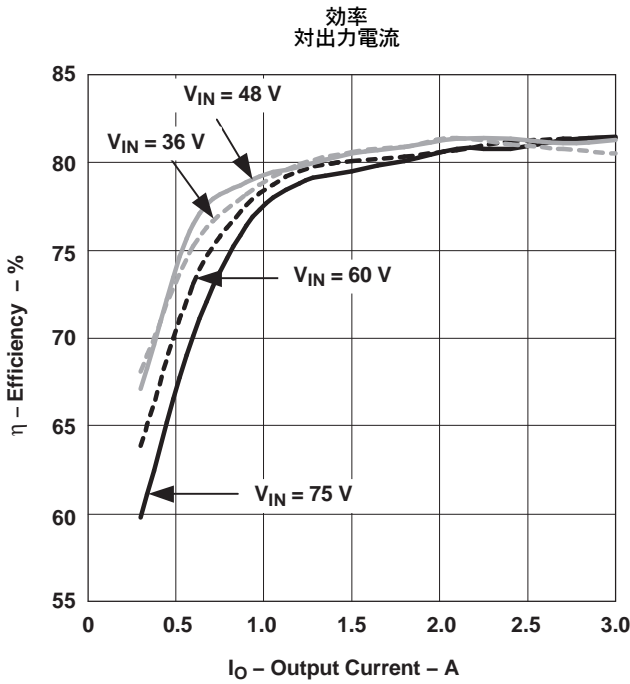
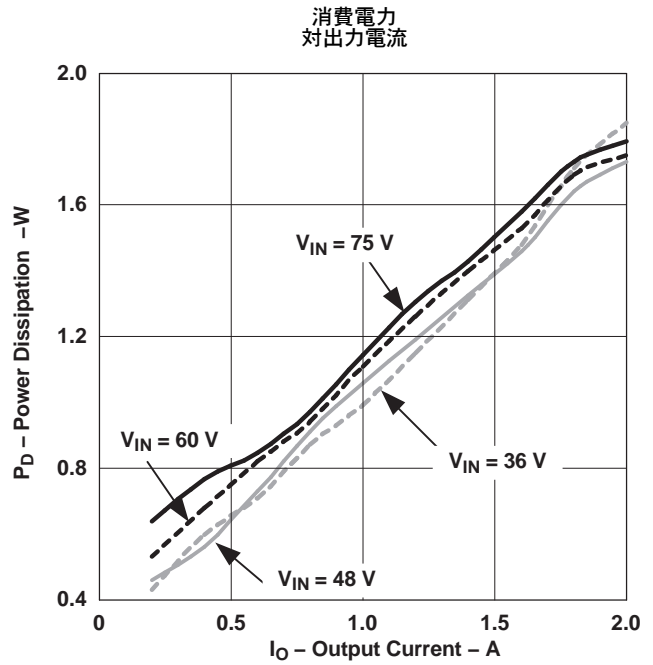
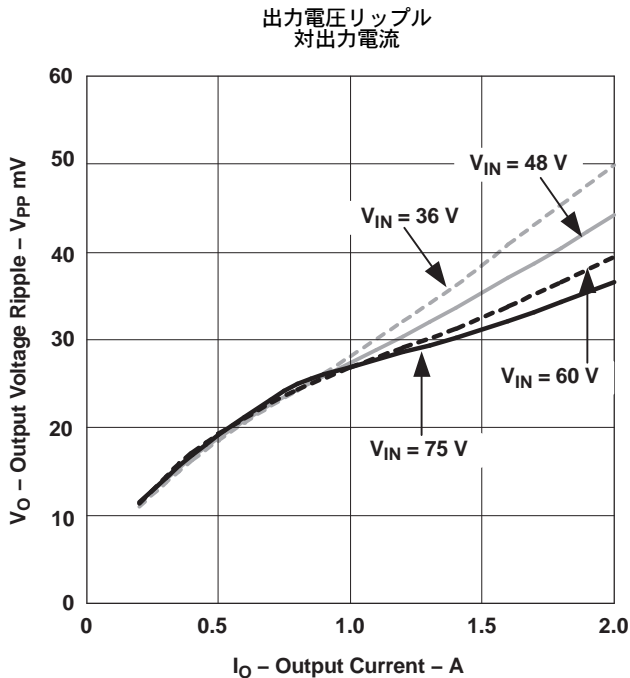

図 5.
図 6.
図 7.
- (3) 次の 図 5、図 7、および 図 6 に掲載されているすべてのデータは、25°C時に実際の製品から取得したものです。このデータはDC/DCコンバータの代表データと考えられます。